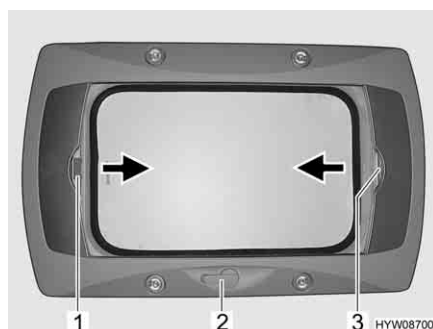

Fig. 72 Oblò a manovella
- Ruotare la manovella (Fig. 72,2) fino a quando non si incontra resistenza.
- Tirare la tendina oscurante pieghevole per la maniglia (Fig. 72,3) nella direzione della freccia fino alla posizione desiderata e rilasciare. La tendina oscurante pieghevole rimane in questa posizione.
- Chiusura:** ■ Tirare la zanzariera a rullo per la maniglia (Fig. 72,1) nella direzione della freccia verso la maniglia contrapposta della tendina oscurante pieghevole (Fig. 72,3) e farla innestare.
- Apertura:** ■ Tirare la maniglia della zanzariera a rullo (Fig. 72,1) dietro, verso l'alto, e sganciare la zanzariera a rullo dalla tendina oscurante pieghevole (Fig. 72,3).